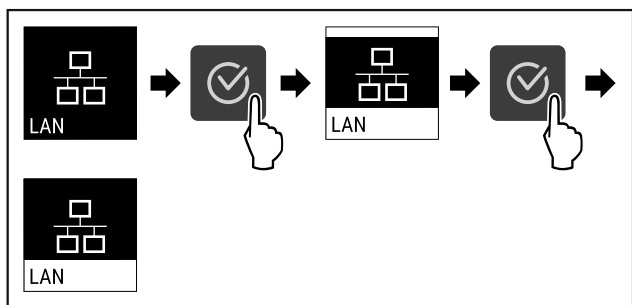

Fig. 91
- ▶ Wykonać czynności (patrz Fig. 91).